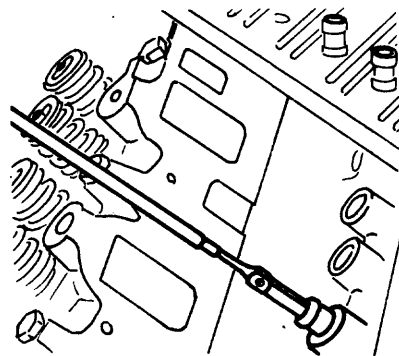

Fig. 1
- b Saque los taqués hidráulicos (fig.1).